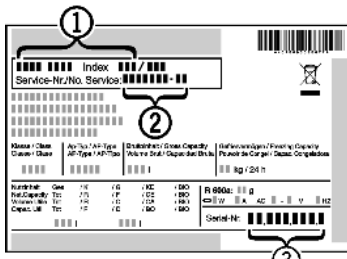

Fig. 24
- ▶ Наименование устройства *Fig. 24 (1)*, сервисный № *Fig. 24 (2)* и серийный № *Fig. 24 (3)* считайте с заводской таблички. Заводская табличка находится внутри устройства слева.
- ▶ Обратитесь в сервисную службу и сообщите вид неисправности, наименование устройства *Fig. 24 (1)*, сервисный № *Fig. 24 (2)* и серийный № *Fig. 24 (3)*.